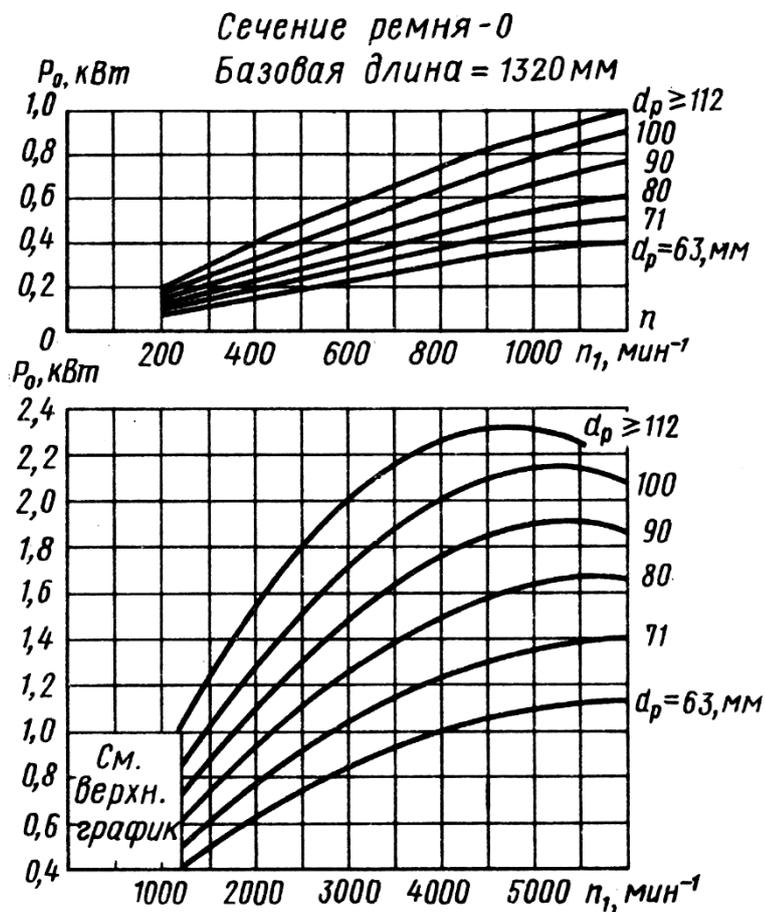

Рис. 2. Номинальная мощность, передаваемая сечением О
2. По графикам рис. 2–4 определяют номинальную мощность  $P_0$ , передаваемую одним ремнём в условиях типовой передачи при угле обхвата ведущего шкива  $180^\circ$  и передаточном числе  $U = 1$ , спокойной нагрузке, базовой длине ремня, среднем ресурсе. Расчёт выполняют по диаметру малого ведущего шкива  $d_{p1}$ . При выборе диаметров из числа стандартных следует учитывать, что при меньших диаметрах уменьшаются габариты передачи, но увеличивается число ремней.